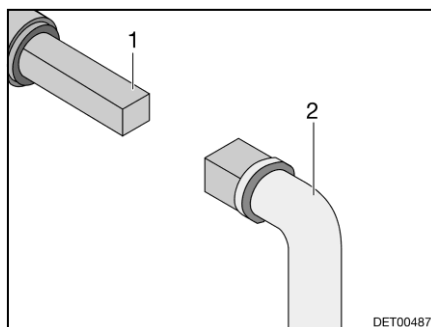

Fig. 65 Utilizzo del rubinetto di scolo delle acque grigie
- Inserire la chiave (Fig. 65,2) sul perno quadro (Fig. 65,1).